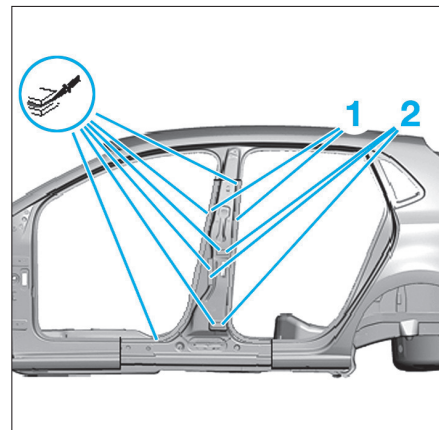

FIG. 44
- Apposer un cordon de colle bi-composant sur les zones (1) et (2) (Fig.44).